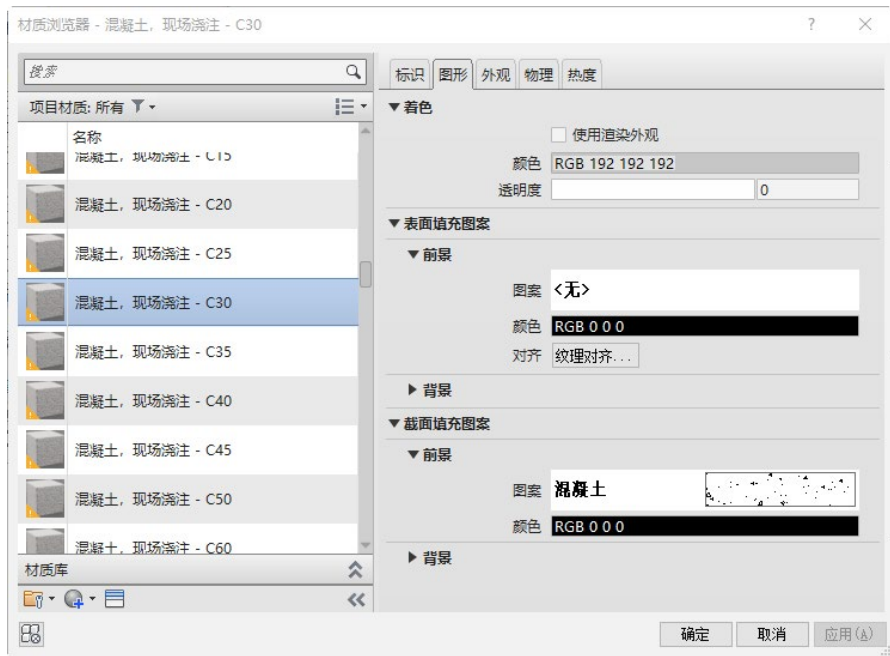

图 15-29 “材质浏览器”对话框
(5) 在“属性”选项板的“结构材质”栏中单击...按钮，打开“材质浏览器”对话框，选择“混凝土，现场浇注 - C30”材质，其他采用默认设置，如图 15-29 所示，单击“确定”按钮，完成柱材质的设置。